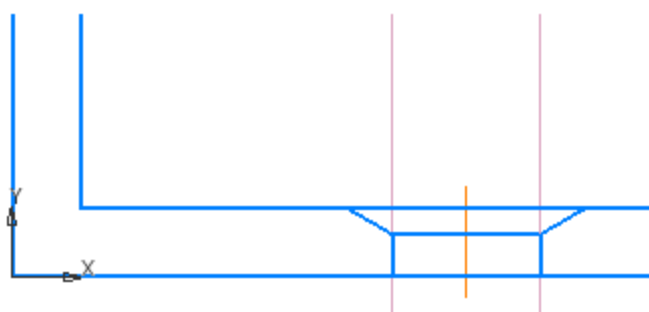

Рисунок 6
- Постройте горизонтальный отрезок и удалите ненужные участки.(рисунок 6)